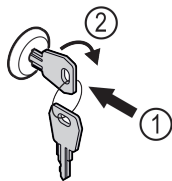

Fig. 162 Atvaizdo pavyzdys
- ▶ Įspauskite raktą Fig. 162 (1).
- ▶ Pasukite raktą 90° pagal laikrodžio rodyklę Fig. 162 (2).